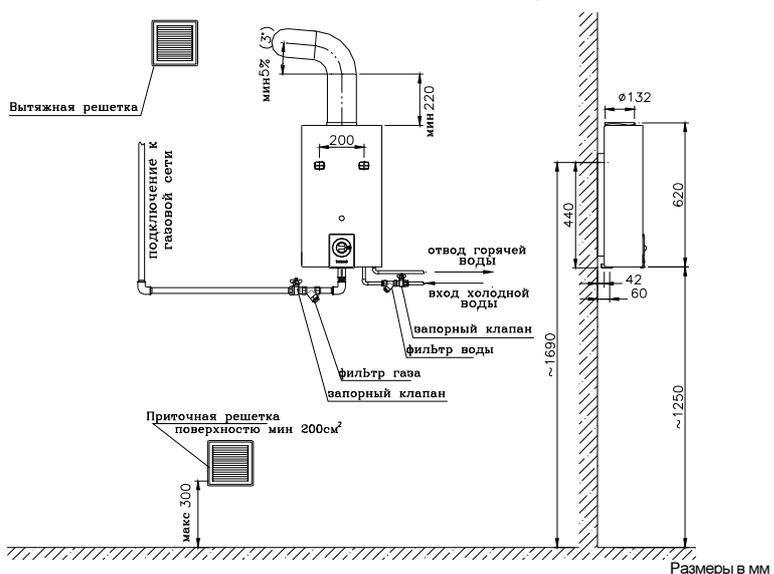

Рис. 3.1. Схема установки трубопроводов воды, газа и продуктов сгорания
- Подключение водонагревателя к дымоходу необходимо согласовать с соответствующими организациями трубчиста и должно соответствовать требованиям указанным на рис. 3.1.